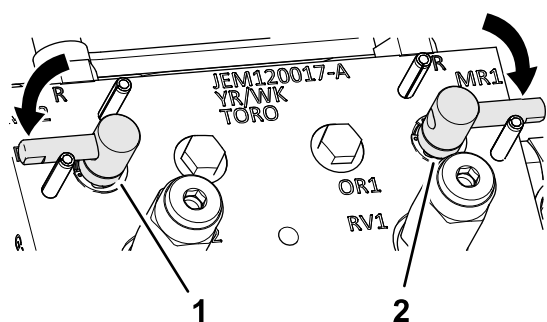

Figura 106
3. Mueva la palanca de autoafilado a la posición F (siega) (Figura 106).